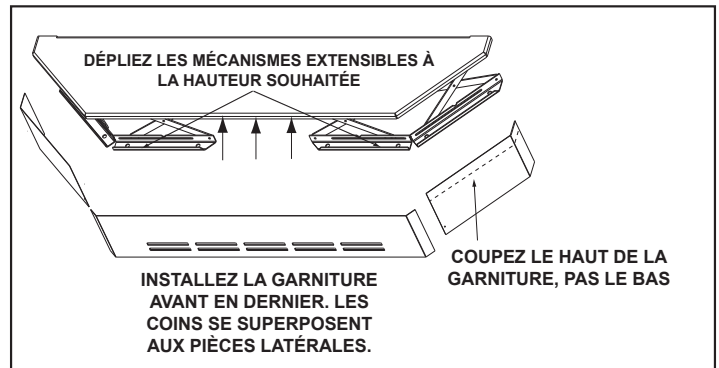

Figure 24.2
2. Dépliez les mécanismes extensibles à la hauteur souhaitée. Utilisez un tournevis à tête cruciforme et serrez les vis pour bloquer les mécanismes en place. **Figure 24.2.**
3. Mesurez les garnitures frontales et latérales de façon à ce qu'elles soient suffisamment hautes pour recouvrir les mécanismes extensibles et faites une marque au crayon avant de les couper. Coupez la garniture en trop sur le bord supérieur, pas le bord inférieur. Le bord est tranchant. Portez des gants pour éviter de vous blesser. **Figure 24.2.**